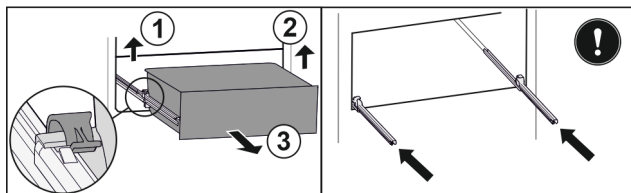

Fig. 40
- Lyft vänster klämman och dra samtidigt utdragslåda till vänster framåt. Fig. 40 (1)
- Lyft höger klämman och dra samtidigt utdragslåda till höger framåt. Fig. 40 (2)
- Ta ut utdragslåda genom att dra den framåt. Fig. 40 (3)